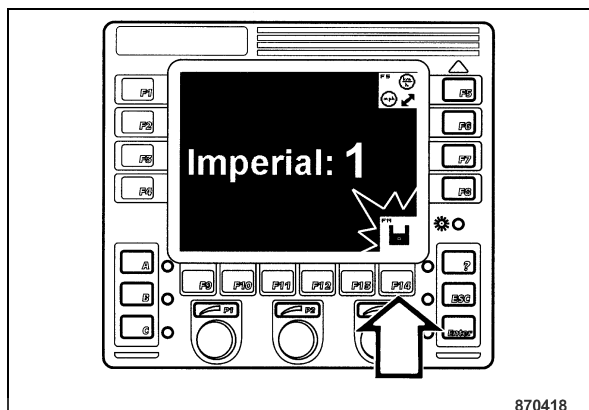

Fig. 80
- Appuyer sur la touche "F14" (Fig. 80) pour sauvegarder la sélection.